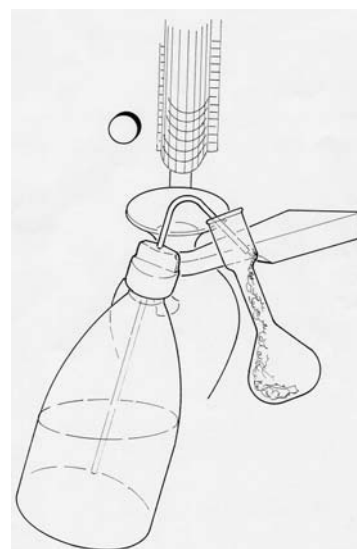

Fig. 8
Verser doucement le contenu de la fiole dans l'ampoule de distillation et utiliser l'eau distillée pour nettoyer les parois de la fiole. Utiliser à peu près 20 ml d'eau (Fig. 8).
6) ajouter à peu près 2 ml d'eau distillée froide dans la même fiole utilisée pour la mesure d'échantillon. Recueillir ≈ 95 ml du distillat.	On peut régler la quantité du distillat par le "pivot des masses", qui déterminent le stop automatique (Fig. 8)